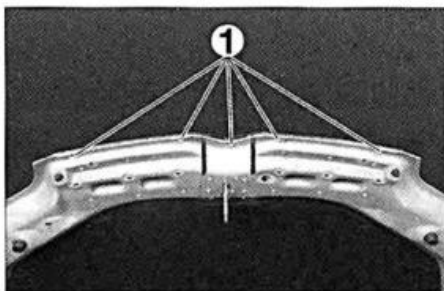
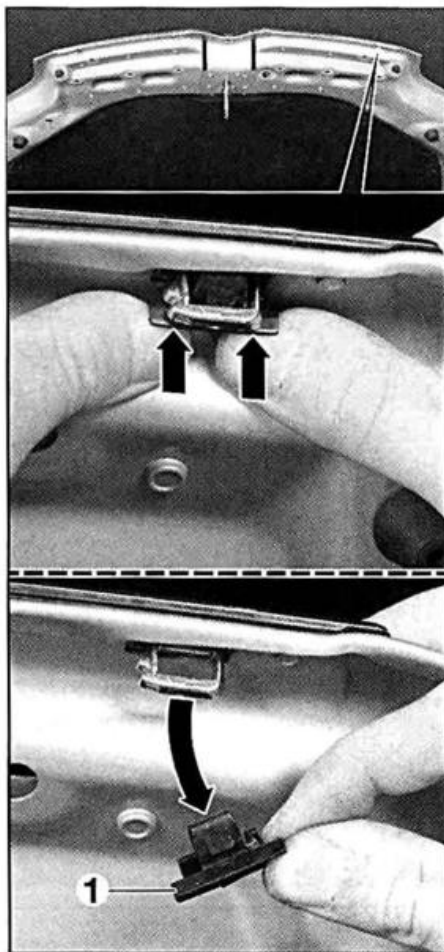

FIG. 1
FIG. 2
- Desmontar las grapas (1) (fig. 1) como en la foto (fig. 2).